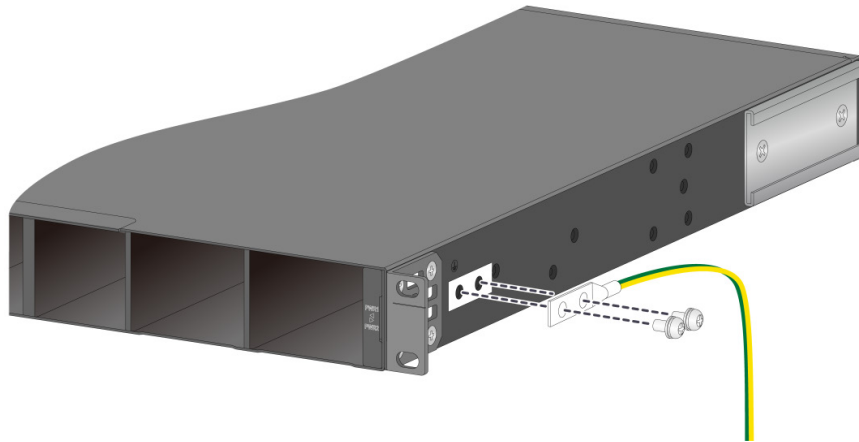

図 8-20 装置へのアースケーブルの接続例
- 1) アースケーブルの端子をアースねじ穴に取り付けるために、図 8-20 に示すように、アースネジを使用して 2 穴コネクタを接地点に取り付け、ネジを締めます。